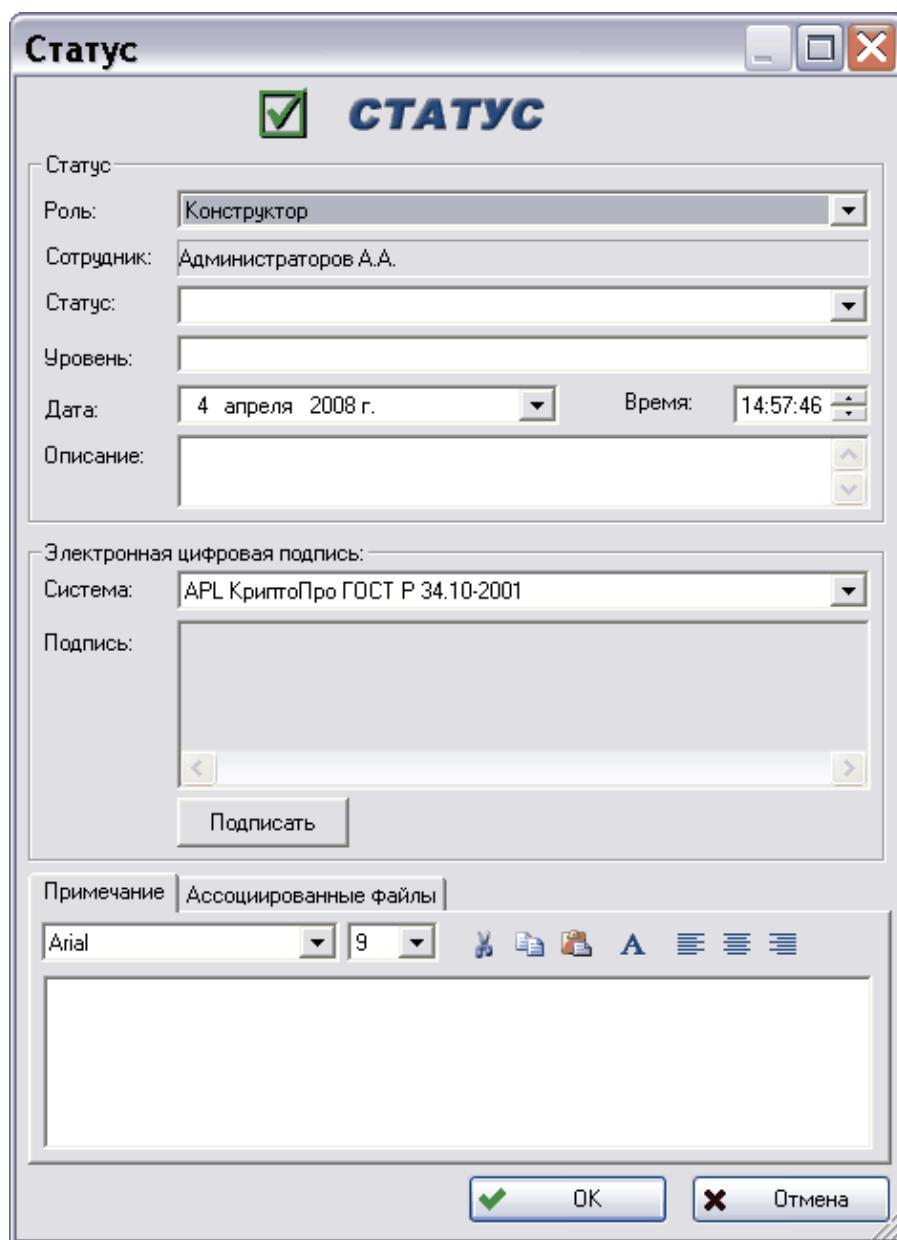

Рис. 164
- Выберите в контекстном меню характеристики пункт **Создать → Присвоить статус...** или нажмите на кнопку панели инструментов. После этого появится окно **Статус** (Рис. 164).